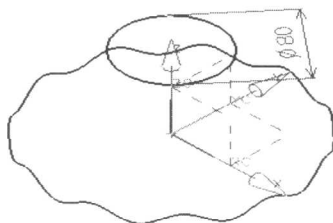

图1-4
3. 在高度为“90”处绘制直径为“80”的圆，圆心落在zc轴上，结果如图 1-4 所示。